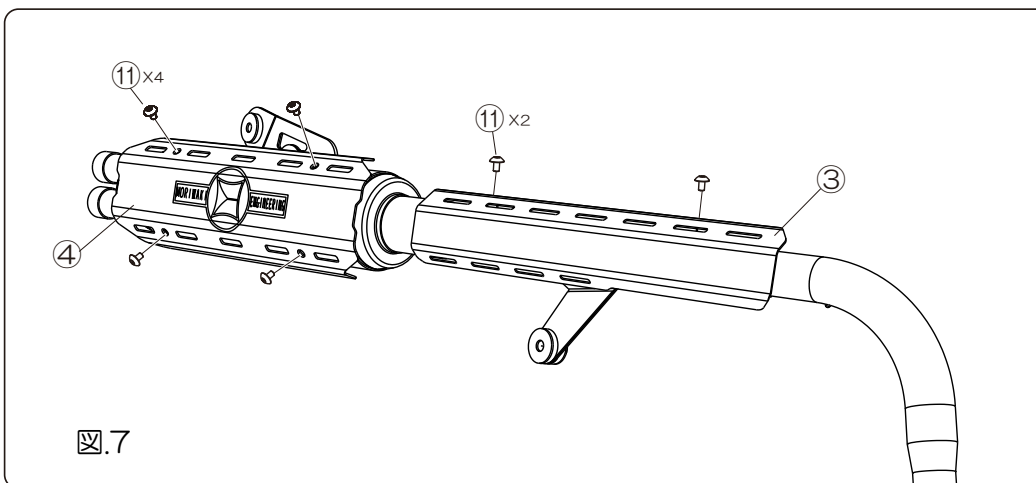

図.7
- ・図.7 を参照してヒートカバー-F(③)、ヒートカバー-R(④)をトルクスボルト M6x10(⑪)で取り付けます。